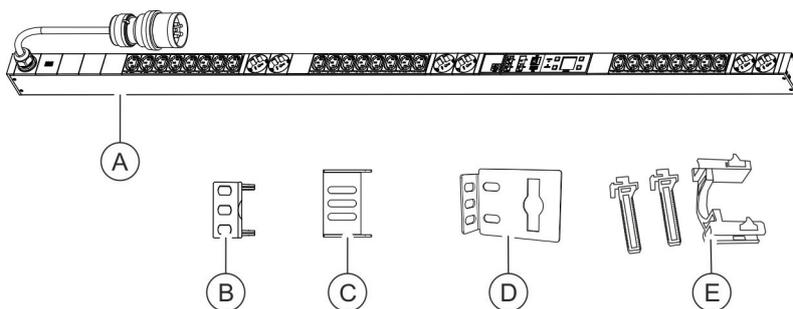

Fig. 12 : Contenu de la livraison
- PDU (Fig. 12 /Ⓐ)
- Deux équerres enfichables pour le montage du PDU par la face arrière (Fig. 12 /ⓔ)
- Deux équerres enfichables pour le montage du PDU par les côtés (Fig. 12 /©)
- Deux équerres d'accrochage (Fig. 12 /©)
- Deux kits de dispositifs d'accrochage d'appareils (C13/C19) (Fig. 12 /©)